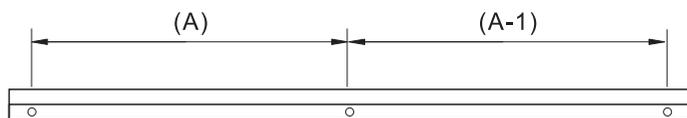

Fig. 1
- 1.2 Nachdem Sie den Standort des Spiegelschranks ausgewählt haben, prüfen Sie, ob die Wand fest ist, messen Sie den Abstand der Löcher (A, A-1) in der Stange aus Aluminiumlegierung mit einem Maßband und markieren Sie ihn mit einem Bleistift an der Wand (Abb. 1).